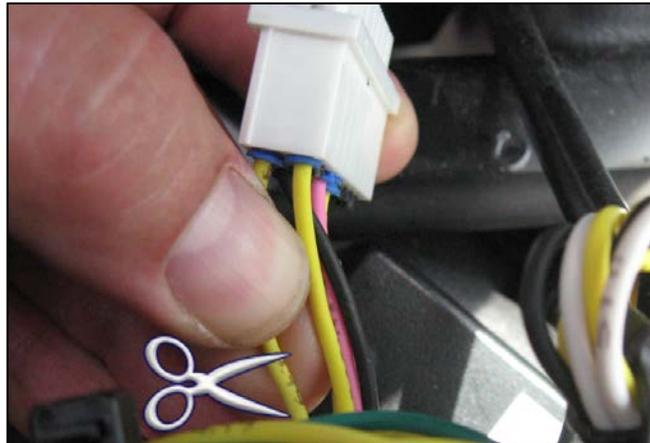

Figure 5
- B2. Trouver le fil **439** sur la broche **1** du connecteur. (Fig 5)
- B3. Couper à environ deux pouces (50mm) du connecteur. (Fig 5)